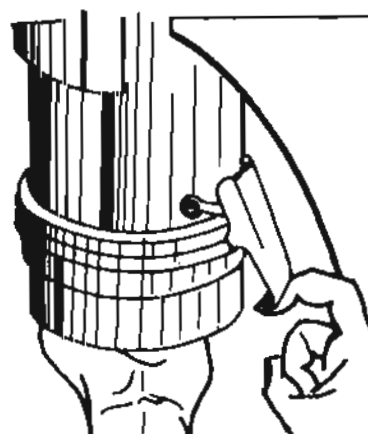

Fig.4
- a Retire el tazón (figs. 4,5 y 6).